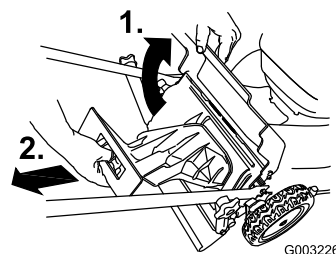

Figura 23
1. Levante y sujete la puerta trasera (Figura 23).
2. Retire el tapón de descarga trasera (Figura 23).